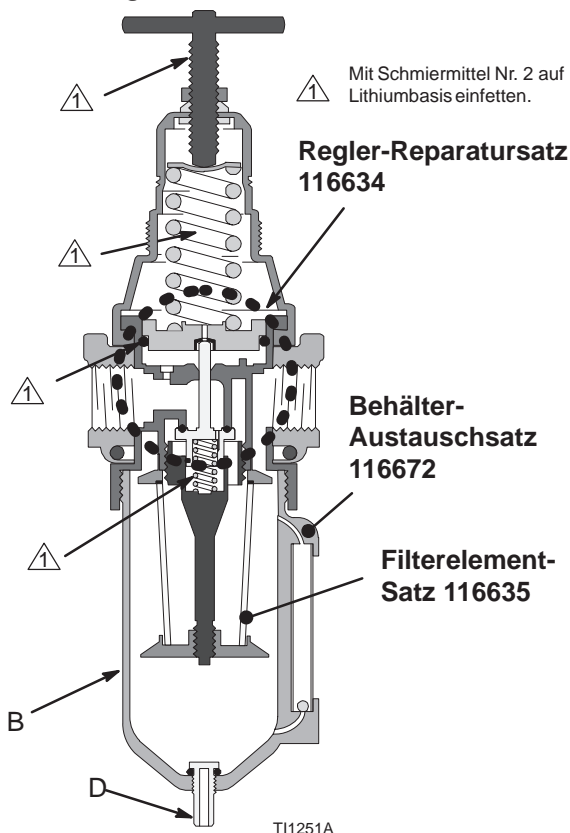

Abb. 3
Täglich die Auslaßöffnung (D) am Boden des Behälters (B) öffnen, um die Verunreinigungen aus dem Behälter abzulasen, bevor der Pegelstand die Verteilerringe erreicht. Siehe Abb. 3.
Den Bereich um das Lager, alle O-Ringe, das Gewinde der Einstellschraube und die Federenden mit Schmiermittel Nr. 2 auf Lithiumbasis einfetten. Siehe Abb. 3. Regler wieder zusammensetzen.